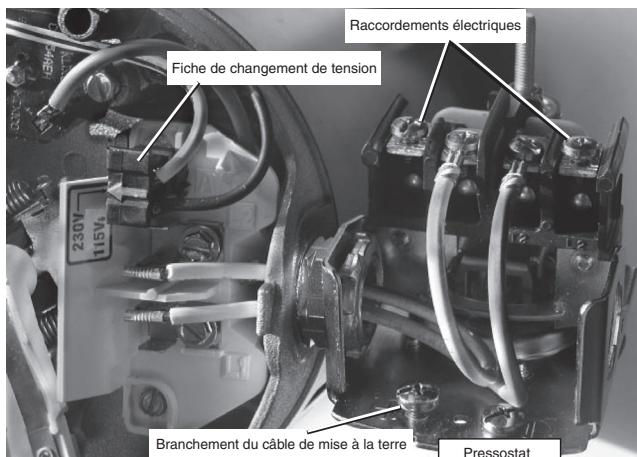

Figure 14 : Tension réglée à 230 V, type de fiche
4. Fixez les fils d'alimentation entrants aux deux vis extérieures du pressostat, comme illustré à la figure 14.
5. Fixez le fil de terre à l'un des raccordements de mise à la terre, comme illustré à la figure 14.